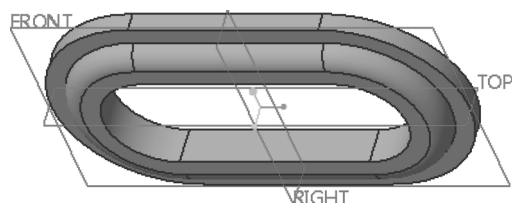

图 4-58 创建扫描实体特征
8) 在“扫描”选项卡中单击  (完成) 按钮, 结果如图 4-58 所示。